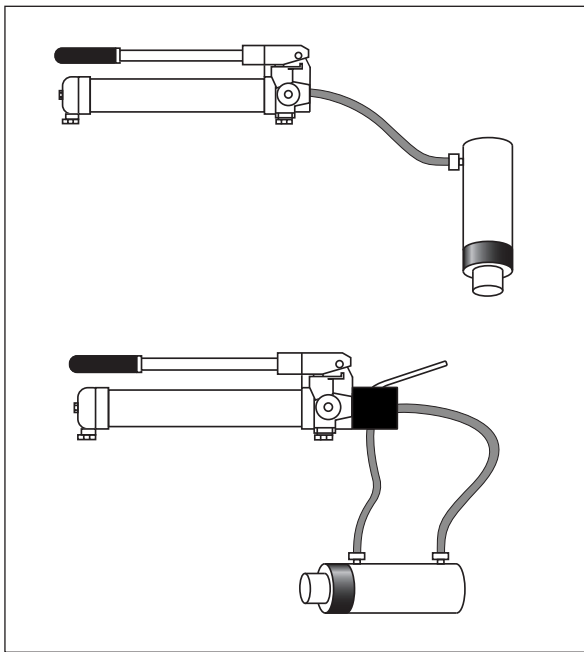

Abbildung 4
4. Bei einfachwirkend Pumpenmodellen positionieren Sie den Zylinder so, dass das Ende mit dem Hydraulikanschluss höher liegt als das bewegliche Ende. Bei doppeltwirkenden Handpumpenmodellen positionieren Sie den Zylinder so, dass die Hydraulikanschlüsse nach oben weisen. Siehe die Darstellungen von Abbildung 4.